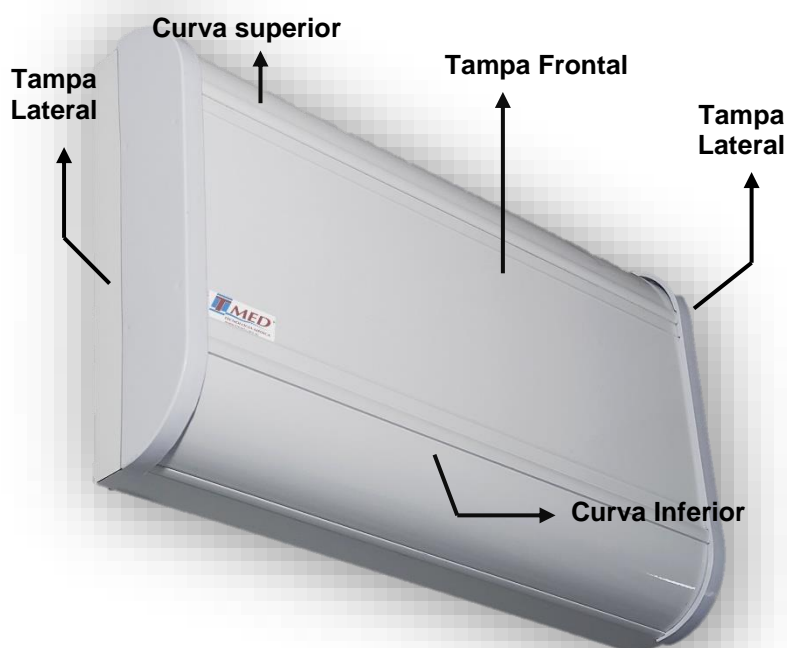

Figura 17 – Painel Concentrador
- c. Remova as tampas laterais, a tampa frontal, a curva superior e a curva inferior do *Painel Concentrador*. Veja a *Figura 17* abaixo.
- d. Localize os furos de fixação do painel. Eles ficam nas extremidades do perfil largo. *Figura 17*. Use quatro buchas número 8 e parafusos para fixação do painel na parede.
- I) No Painel Concentrador, ligar o jumper Tab Apto e conectar o cabo *RJ45* na entrada *PS/Config*. – *Figura 17*.